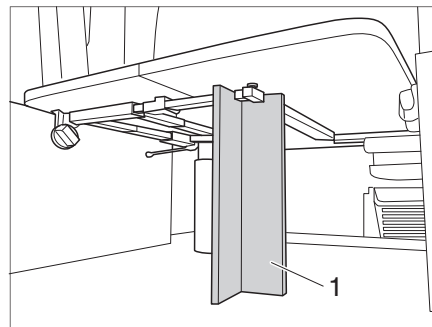

Bild 116 Trästö
- Skjut bordsskivan på stödkanten och placera trästödet (Bild 116,1) under bordet.